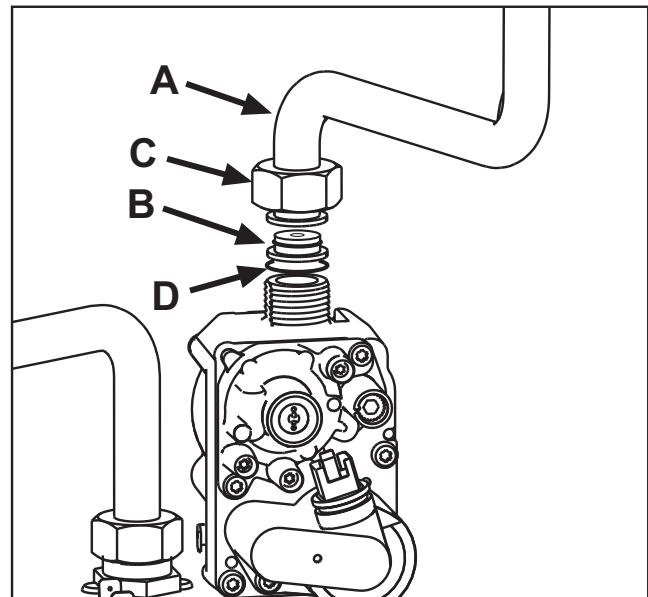

fig. 23
3. Desfaceți piulița C și scoateți tubul de gaz A de pe valva de gaz (vezi fig. 23).
4. Înlocuiți duza B introdusă pe tubul de gaz cu cea aflată în kitul de transformare, întăritând garnitura D (vezi fig. 23).